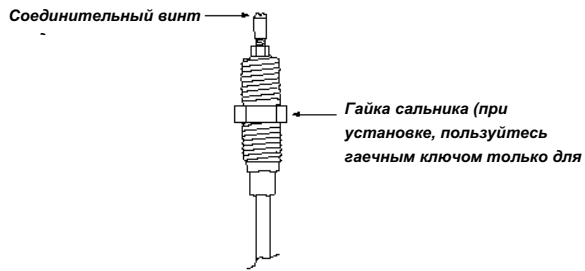

Рисунок 3
2. Плотно затяните соединение, следя за тем, чтобы ключ применялся **ТОЛЬКО** для гайки сальника. См **Рисунок 3**.
3. Наверните корпус передачика / зонда в зонд. См **Рисунок 3**. Не пережимайте и не порвите сальник.